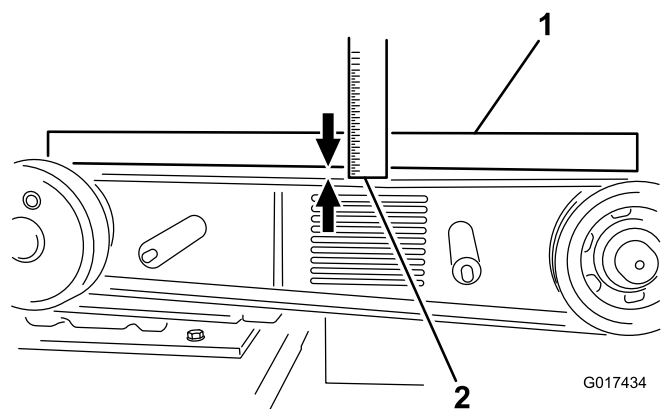

Figura 19
6. Coloque una regla sobre las poleas del embrague y del volante, y apriete el perno tensor de la correa hasta que la correa se desvíe 1 cm (0.40 pulgadas) al aplicar una presión de 6.8 kg (15 libras) en el centro de la correa (al tensar una correa usada) o de 8 kg (18 libras) al instalar una correa nueva (Figura 19).